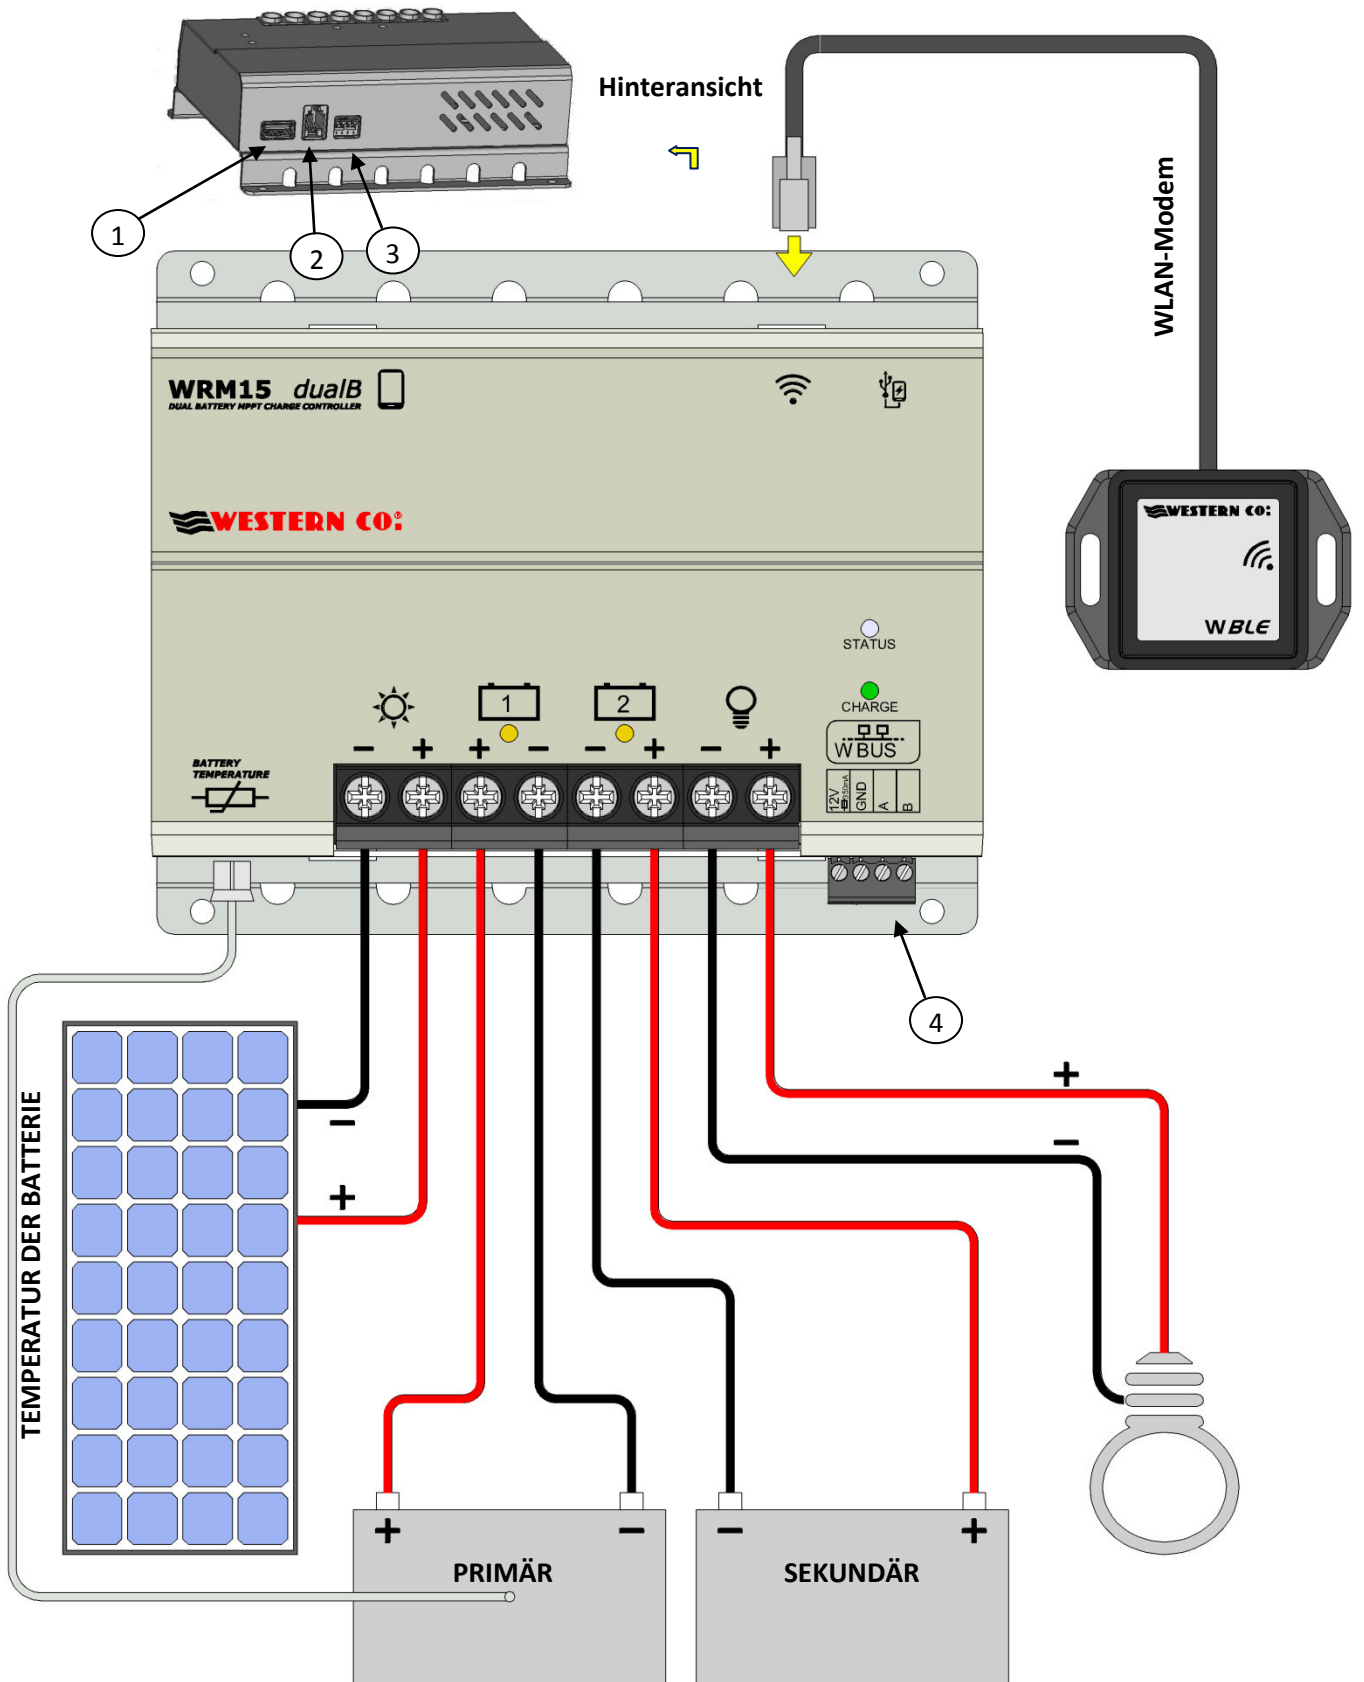

Abb.2 Verbindungsschema
- 2) Schließen Sie in der richtigen Reihenfolge an: Ladegerät, Sonde zur Temperaturmessung der Batterie (mitgeliefert), Solarmodul und zuletzt die Hauptbatterie (Batterie 1) wie in Abb. 2 dargestellt. Bei Anschluss der Batterie schaltet sich der Regler ein und beginnt zu arbeiten. Verwenden Sie geeignete Kabelquerschnitte, wie in Abb. 2 angegeben. Der **WRM15 dualB/dualB-E** erkennt automatisch die Nennspannung der Batterie und passt seine Betriebsschwellen dementsprechend an.